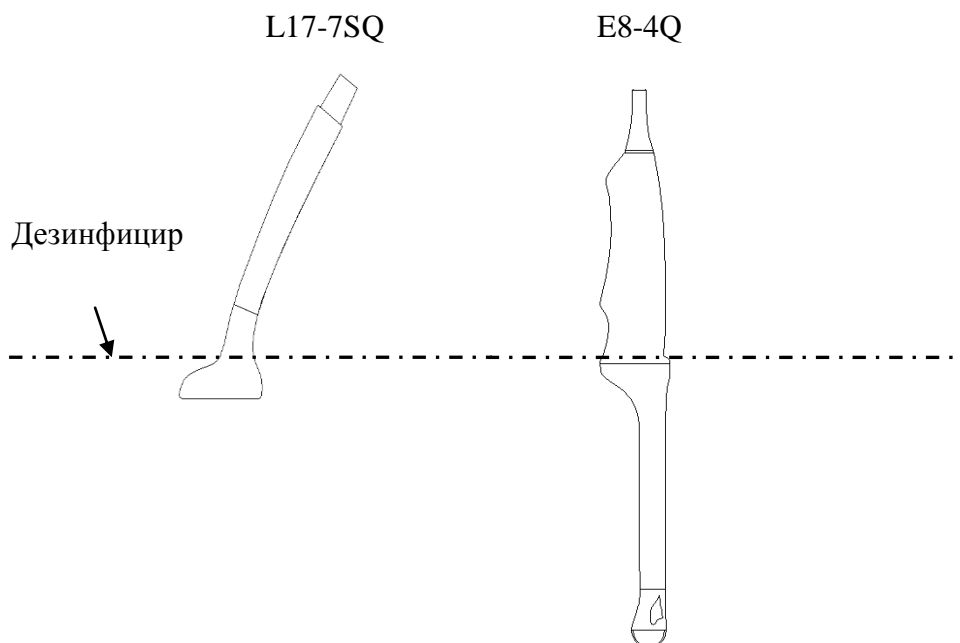

Рис. 6-2. Глубина погружения датчика в дезинфицирующее средство
4. Погрузите очищенный и высушенный датчик в дезинфицирующий раствор (глубину погружения см. на рис. 6-2) на время, указанное производителем раствора.
7. При использовании способа с погружением область контакта с пациентом необходимо погрузить в раствор на глубину, не превышающую показанную на рис. 6-2.
4. Погрузите очищенный и высушенный датчик в дезинфицирующий раствор (глубину погружения см. на рис. 6-2) на 10 часов.